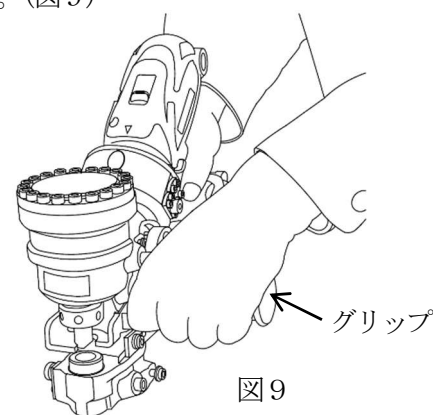

図9
5. 手に持って使用する場合は、スタンドを取外して、グリップを取付けます。（図9）